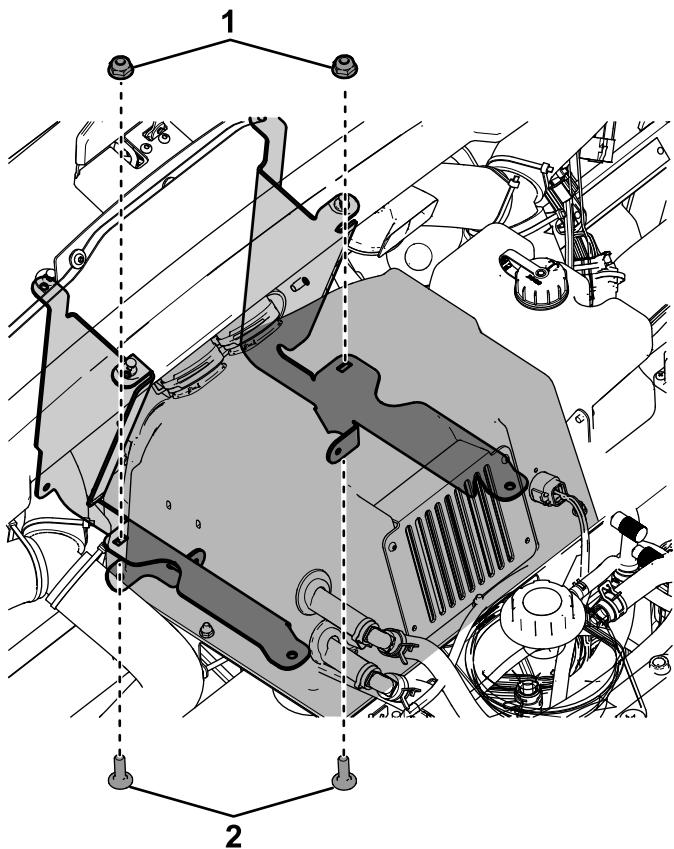

Рисунок 18
2. Присоедините заднюю сторону узла блока обогревателя к кронштейнам приборной панели на машине с помощью 2 каретных болтов (1/4 x 3/4 дюйма) и 2 контргаек (1/4 дюйма); см. Рисунок 18.